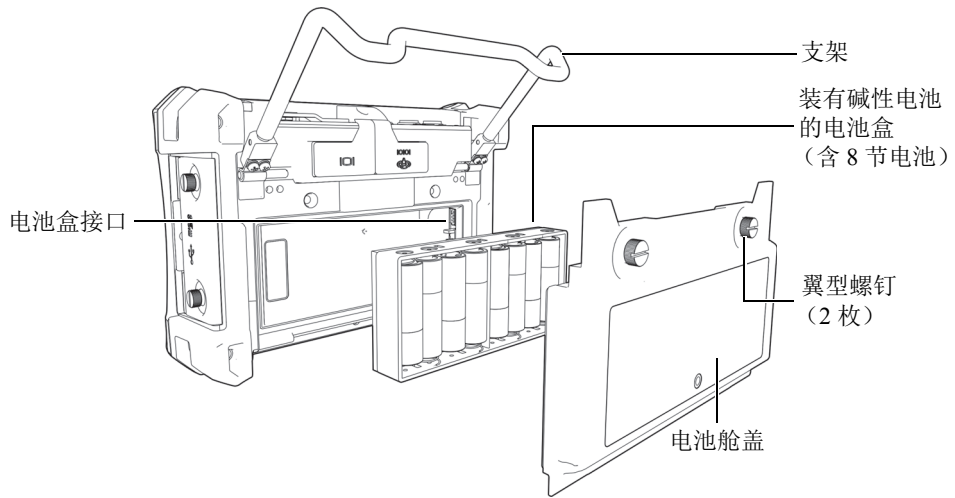

图 2-11 碱性电池盒
- 打开 BondMaster 600 仪器的支架（参见第 33 页的图 2-11）。